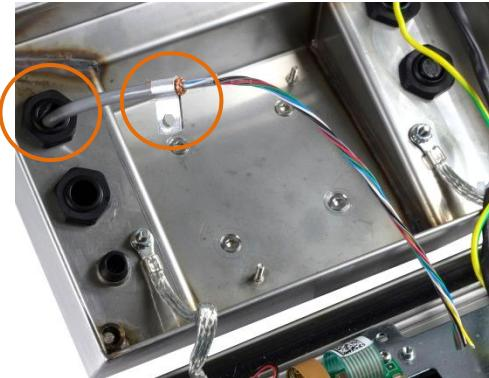

Abbildung 2-31: Einführung des Wägezellenkabels in das IND236-Gehäuse, mit Gehäuseerdungsklemme
1. Das Wägezellenkabel tritt über die Kabeldurchführung entsprechend Abbildung 2-31 in das Gehäuse ein.
4. Schieben Sie die Erdungsklemme des Terminals über die freigelegte Abschirmungsader (siehe Abbildung 2-31).